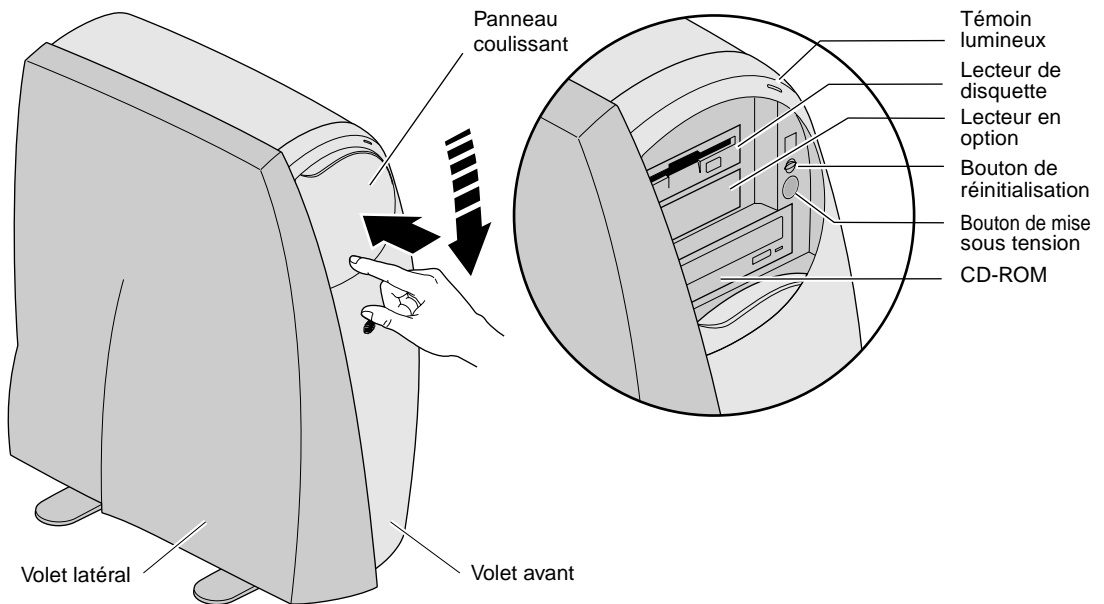

Figure 1-10 Ouverture du panneau avant
1. Pour ouvrir le panneau coulissant, appuyez légèrement sur sa partie inférieure, comme indiqué à la Figure 1-10.